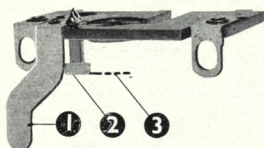

Fig. 42
a) Suppression du fil de liaison remplacé par une patte de connexion (1).
b) La lame de contact (3) (également repère 3, page 25) montée sur un support isolant (repère 4, page 25) fixé sur la platine arrière, est maintenant intégrée à la plaquette électrique et est livrée séparément pour être fixée sur le plot (2). Cette lame de contact est représentée en pointillé sur la figure 42.
Au chapitre XVI fig. 42 il est dit que la lame de contact anciennement sur la platine arrière est maintenant incorporée à la plaquette électrique, mais fournie séparément. On peut d'ailleurs récupérer celle de l'ancien système.